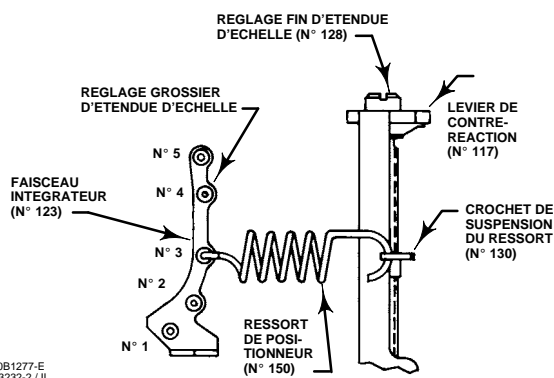

Figure 15. Etendue d'échelle
2. Pour sélectionner le ressort de positionneur et le réglage grossier de l'étendue d'échelle, utiliser les tableaux 8 à 11 et la figure 15 (Les tableaux et la figure 15 ne s'appliquent qu'aux combinaisons ressort de positionneur/course de vanne illustrés). Insérer une extrémité du ressort du positionneur (n° 150, figure 25) dans le trou du crochet de suspension (n° 130) illustré sur la figure 15. Insérer l'autre extrémité du ressort dans le trou sélectionné sur le faisceau intégrateur (n° 123, figure 15).
S'assurer que le crochet de suspension du ressort (n° 130) passe au-dessous de l'assemblage du levier de contre-réaction (n° 117) comme indiqué sur la figure 15.
Le tableau 12 illustre des plages de fractionnement typiques de positionneur. Se reporter aux tableaux 8 à 11 et à la figure 15 pour la sélection de ressort de positionneur et du trou de ressort corrects pour le réglage grossier de l'étendue d'échelle. Contacter un bureau commercial ou l'usine Emerson Process Management pour les plages de signaux d'entrée ne figurant pas dans le tableau 12.